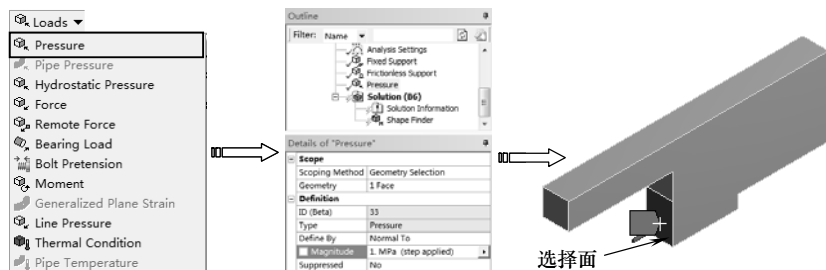

图 12-13 施加压力
4) 单击【Environment】工具栏上的【Loads】|【Pressure】命令，单击【图形】工具栏上的选择模式下的【Single Select (单选)】按钮 ，然后再单击【Face (选择面)】按钮 ，在【Details of “Force”】列表中单击【Scope】选项下的【Scoping Method】项，选择图 12-13 所示表面。单击【Geometry】项中的【Apply】按钮，在【Magnitude】文本框中输入 1MPa，如图 12-13 所示。